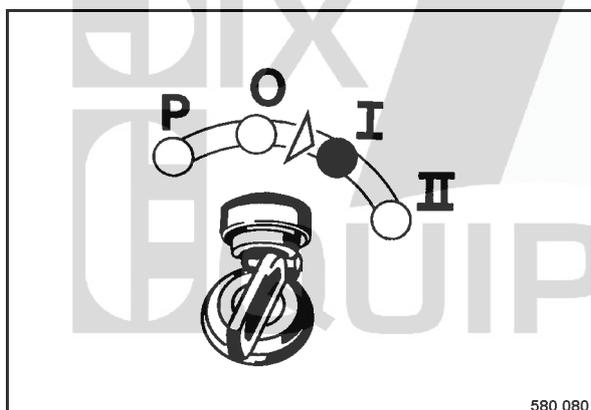

fig. 134
- Tourner la clé de contact (fig. 134) sur position "I".